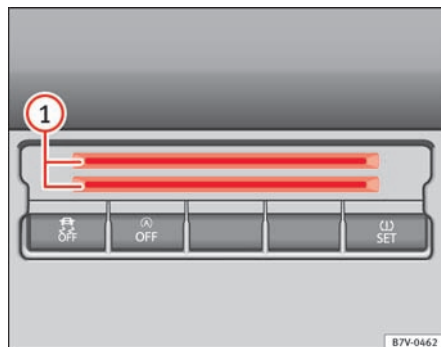

Fig. 106 Midterkonsollen nederst: kortholdere
I midterkonsollen nederst kan der være placeret kortholdere ⇒ Fig. 106 ① til opbevaring af fx mønter, benzinkort, parkeringsbilletter eller lignende.